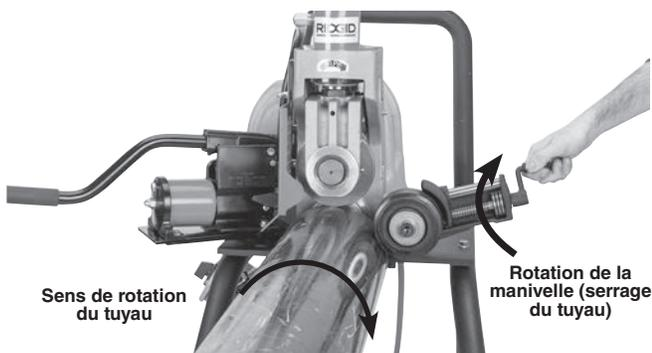

Figure 15 – Déport du tuyau de ½° (exagéré)
3. Tournez la manivelle du stabilisateur pour l'amener contre le tuyau. Ajoutez un tour de manivelle pour mettre sa roue en charge contre le tuyau (Figure 15). Ne pas passer votre main de l'autre côté du tuyau pour régler le stabilisateur.